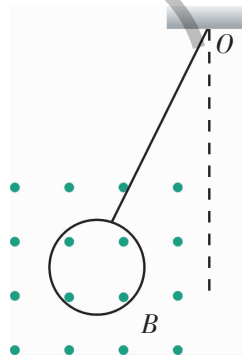

图 1-7-7
2. 如图 1-7-7 所示，用丝线把闭合金属环悬挂于点  $O$ ，图中虚线的左边有匀强磁场，右边则没有磁场，金属环的摆动会很快停下来。试解释这一现象。若整个空间都有向外的匀强磁场，还会有这种现象吗？